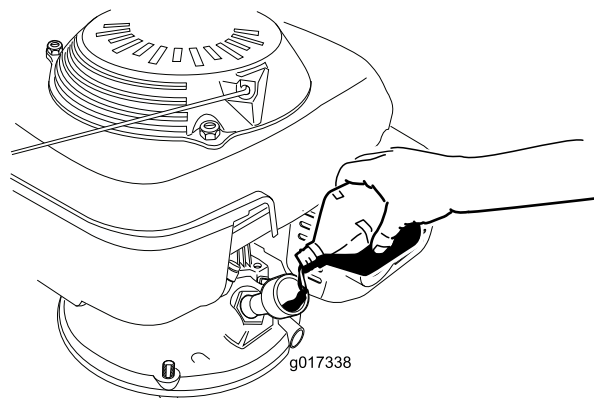

Рисунок 7
3. **Медленно** налейте масло в маслозаливное отверстие, подождите 3 минуты, после чего проверьте уровень масла масломерным щупом. Для этого вытрите щуп до чиста и вставьте его в маслозаливное отверстие, **не ввинчивая при этом крышку в маслозаливное отверстие (Рисунок 7).**